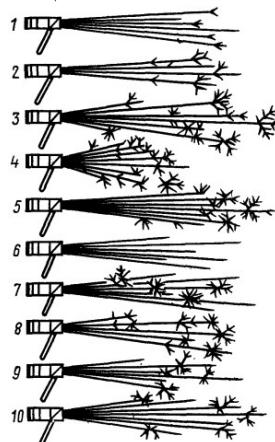

Рис. 3 Определение марки стали по искре
- Как можно определить марку стали по искре? Пользуясь рис.3, скажите, какие марки стали показаны в позициях 1-10?